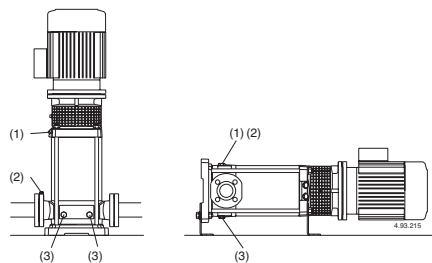

图.4d (1) 灌泵和空气排放
关闭排气孔(1), (2)(图.4d). 对于CVD 031-051-101-151-201 拧紧排水堵(14.12)(图.4b)上的针形螺丝(14.17)并关闭排气孔(14.04)。